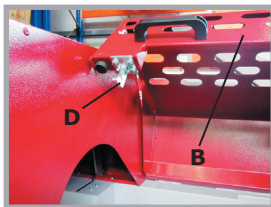

Abb. 16
- Schließen Sie die Schutzhaube der Spaltrinne (B, Abb. 16), achten Sie darauf, dass der Rasthaken (D, Abb. 16) richtig einrastet